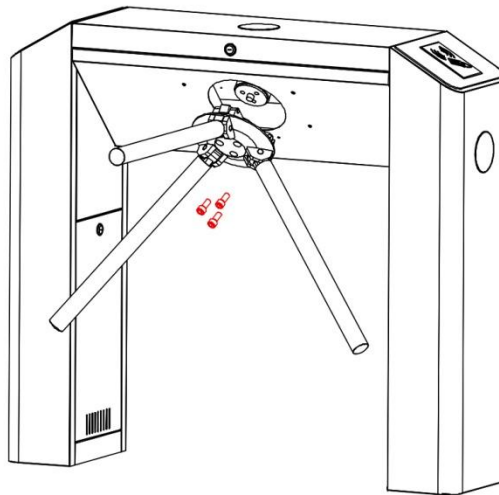

Рисунок 2
1. Вставьте блок штанг в соответствующее отверстие корпуса турникета (см. Рисунок 2).